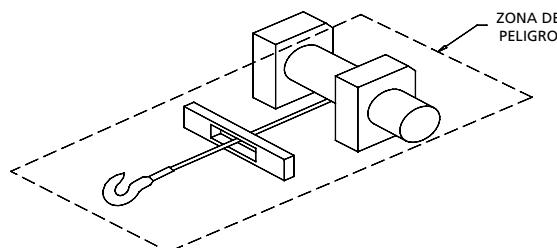

Fig. 1
3. Esté consciente de la zona de peligro. La zona de peligro es el área del tambor giratorio del cable de alambre, el escobón (si lo tiene), el cable de alambre, el gancho y el motor (vea la Fig. 1). Primero suelte la tensión de la carga y luego desconecte el interruptor de control antes de poner las manos en la zona de peligro o sus alrededores. Desconecte los conductores de alimentación de la batería antes de trabajar en el tambor o sus alrededores.